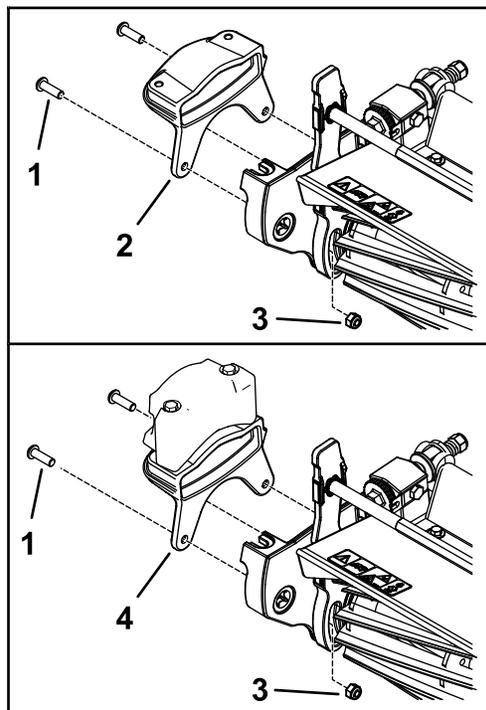

Figura 10
1. Prenda o novo peso ao lado da unidade de corte utilizando dois parafusos (5/16 pol.) e duas porcas (5/16 pol.) como se mostra na Figura 10.
4. Prenda a caixa de transmissão do rastelo no eixo do cilindro (Figura 10).